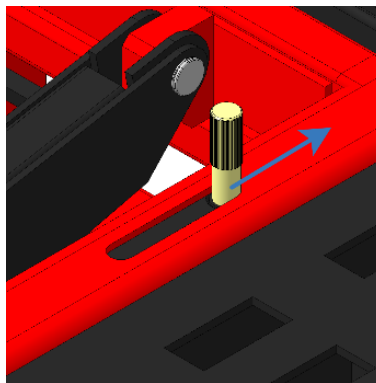

Рисунок 38
- Переведите до упора телескопическую задвижку замка до зацепления с платформой с помощью ручки (рисунок 38).